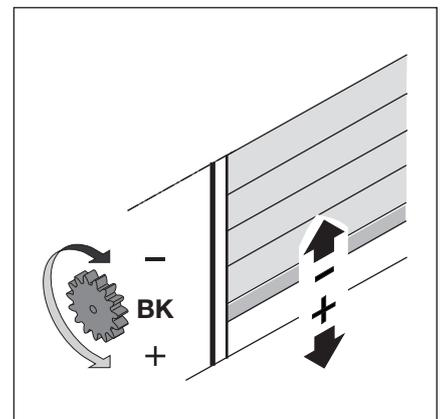

Abb. 6-27: Rändelschraube für die Endlage *Tor-Zu*
2. Im Totmannbetrieb *Tor-Auf/Tor-Zu* fahren und die schwarze Rändelschraube (BK) in + oder - Richtung drehen, bis der Antrieb abschaltet und damit die Endlage *Tor-Zu* festlegt (siehe Abb. 6-27).